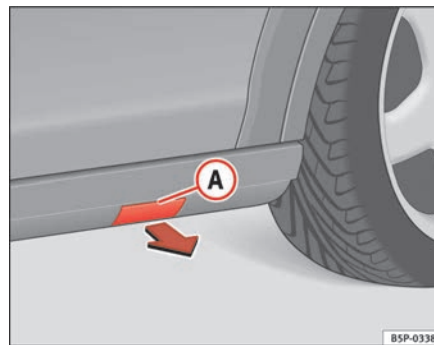

Abb. 174 Kunststoff-Trittleiste mit Deckel zur Aufnahme des Wagenhebers
- Nehmen Sie den Deckel **(A)** ab, damit die Aufnahmepunkte für den Wagenheber des Fahrzeugs frei sind ⇒ Abb. 174.
- Dazu ziehen Sie den Deckel in Pfeilrichtung ab ⇒ Abb. 174.